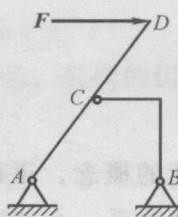

图 1-2
(2) 图 1-2 所示结构中, 杆 AD 的 D 端作用水平力  $F$ , 支座 B 对折杆 BC 的约束力方向应为 ( )。